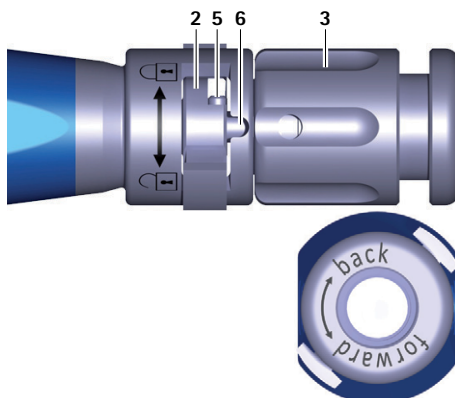

Abb. 1 Nahansicht Einsetzinstrument, Schalter offen
- ▶ Drehmutter **3** am Einsetzinstrument **A** gegen den Uhrzeigersinn (Richtung "forward") drehen, um Stange **6** nach vorn zu schieben, siehe Abb. 1.
- Schalter 2 nach links drehen (Richtung ) , siehe Abb. 1.
- Schalter **2** nach links drehen (Richtung , siehe Abb. 1).
- Position zum Ankoppeln des Einsetzinstrument **A** prüfen, siehe Abb. 1.
- Schalter **2** nach links drehen (Richtung ☜), siehe Abb. 1.
- Drehmutter **3** gegen den Uhrzeigersinn (Richtung "forward") drehen, um Stange **6** nach vorn zu schieben, siehe Abb. 1.